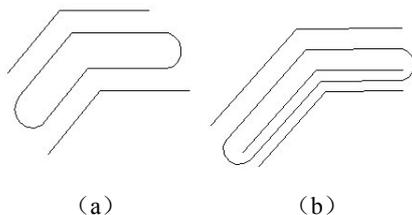

图 3-33 多线起（端）点绘制内弧
- 内弧：利用“起点”和“端点”开关确定“多线”在多线的内部成偶数的线的两端是否绘弧。图 3-33 (a) 是“多线”为偶数，两端绘弧示例。若多线由奇数条线组成，则位于中心的线不绘弧，图 3-33 (b) 是“多线”为奇数两端绘弧示例。